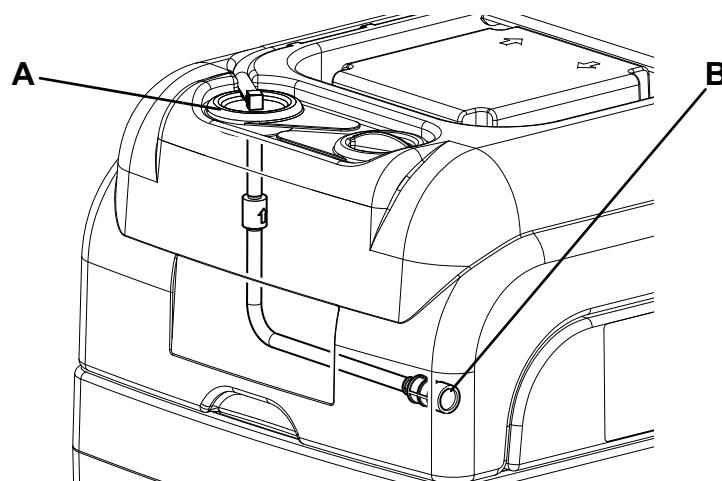

Figure 6
1. Vider le réservoir de solution (14), en procédant comme indiqué au chapitre Utilisation.
3. Vérifier que le câble d'alimentation (10) est débranché du réseau électrique.
4. Retirer le bouchon du tube d'immersion (A, Fig. 6), retirer avec soin le tube du réservoir et nettoyer le filtre (B) à l'eau. Si besoin est, enlever le filtre et le remplacer.